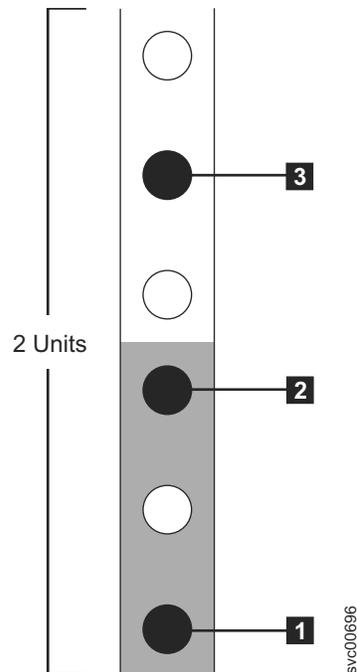

Figura 29. Localizações dos Orifícios na Parte Traseira do Rack
1. A Figura 29 na página 81 mostra duas unidades de rack com os orifícios de montagem traseiros identificados na parte posterior do rack.